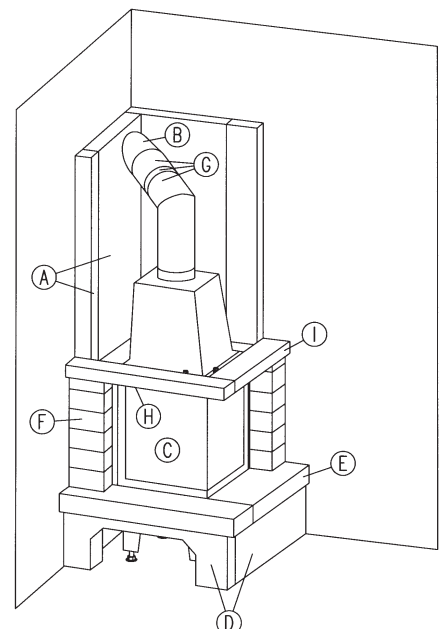

Abb. 9
- 11.1 Sie können die Schürze entweder lotrecht oder mit einer leichten Schräge zur Zimmerdecke erstellen. Zeichnen Sie sich den gewünschten Schürzenlauf an der Anbauwand auf. Von diesem Aufriss messen Sie nun ca. 4 cm (Stärke der Schürze) nach innen zurück und ziehen eine zweite Linie parallel zur ersten. Bis dorthin muss die Dämmung reichen. Die obere Begrenzung der Dämmung liegt etwa 5 cm über dem Rauchrohereintritt. Dies ist auch das Einbaumaß für die Zwischendecke. **(Abb. 9)**